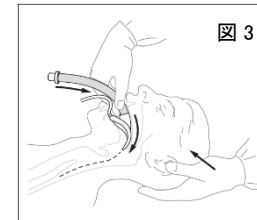

図 3
- (4) 挿入時は、本品の喉頭蓋への接触を防ぐため第二指でバックプレートに常に咽頭後壁に押し当てながら(図3)、完全に口腔内に押し込み、本品を挿入する。他の指は口腔から離す。